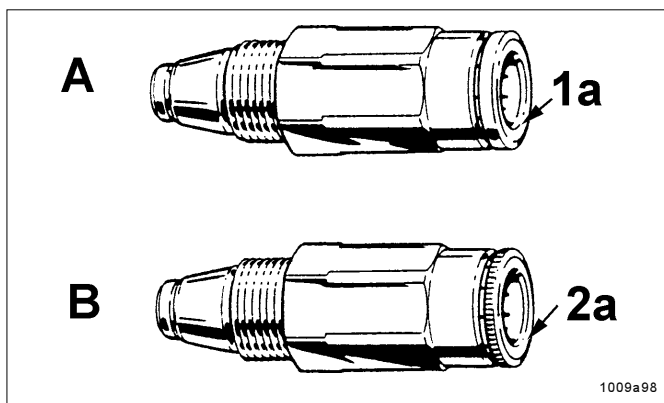

Fig. 29 - Différence entre les clapets anti-retour
- Pour les tuyaux polyamide haute pression ( $\varnothing$  8,6 x 2,3 mm), utiliser le clapet anti-retour A Fig. 29, avec collet renforcé 1a et embase lisse (n° de réf. 226-14091-4)
- Pour les tubes polyamide pression ( $\varnothing$  6 x 1,5 mm) utiliser le clapet anti-retour B, Fig. 29, avec collet standard 2a embase moletée (n° de réf. 226-14091-2)